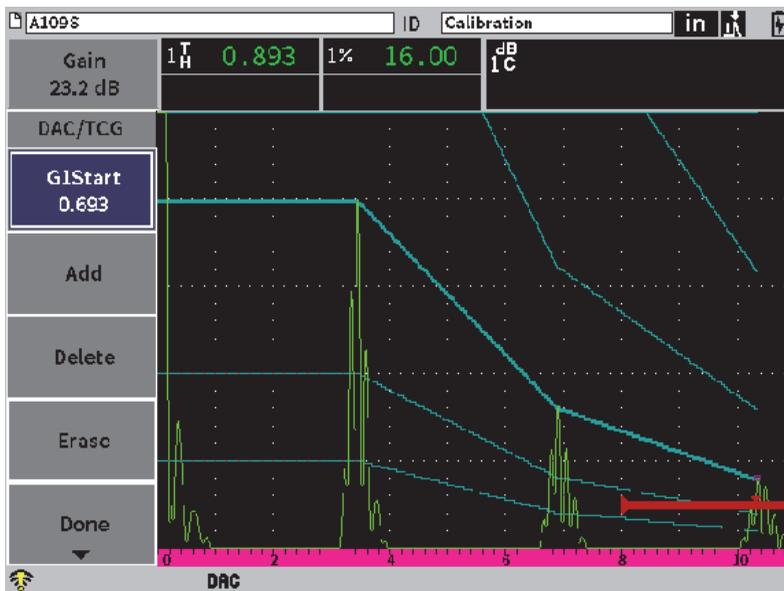

図 11-16 JIS カーブ
4. G1 起点値を調整し、**追加**ボタンを使用してポイントを追加して、必要な DAC カーブを作成します（192 ページの図 11-16 参照）。